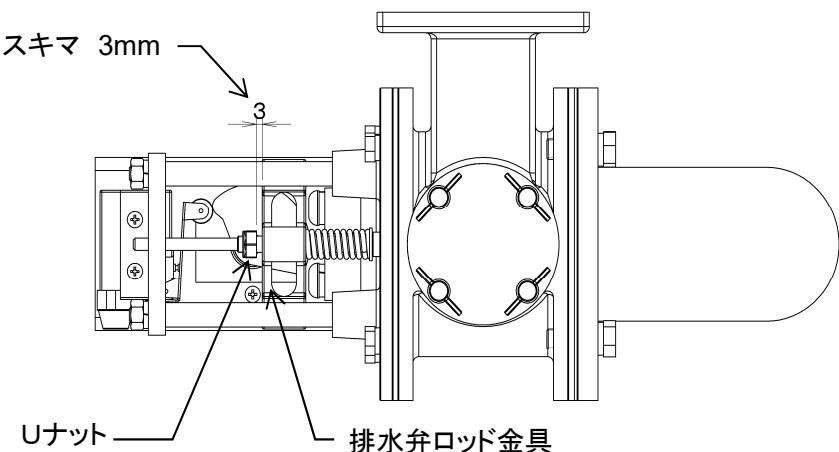

図8-16
- ・ 排水弁の押し代調整をおこないます。(図8-16)
- ・ ⑯排水弁ロッド金具と⑯Uナットとのスキマが3mmになるようにナットを調整します。